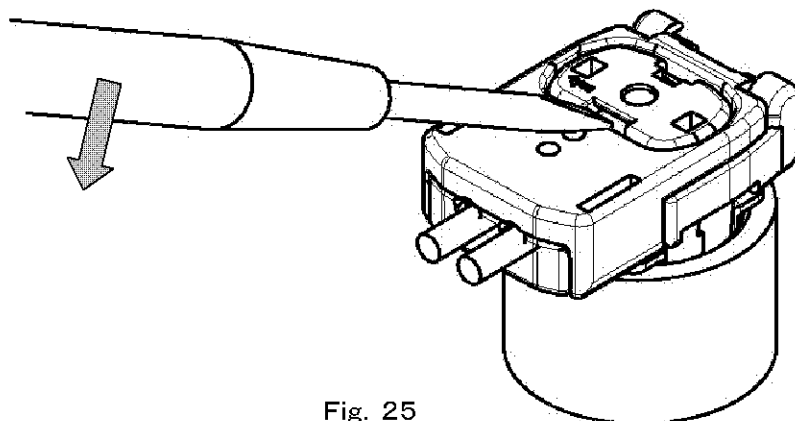

Fig. 25
- 精密ドライバをFig. 25に示す位置にあて、引き上げて下さい。